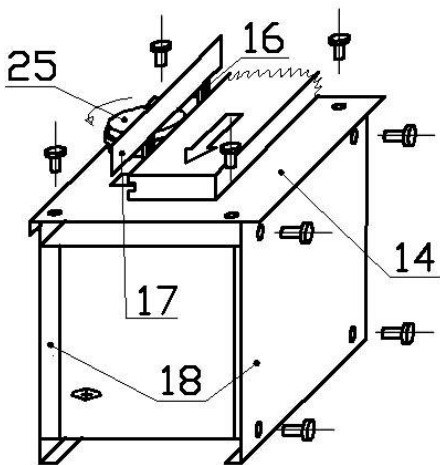

Рис. 11
Для приведения станка в вертикально-фрезерное положение на станок снизу и сверху устанавливаются дополнительные основания корпуса (18) и станок устанавливается на левый бок (Рис.11).
- Снять с пильного стола (14) стойку с козырьком (15). Установить и закрепить фрезу (25), регулируя ее положение шайбами и втулками;
- Установить защиту пилы (24) и пильный стол (14), закрепить их винтами;
- Установить на пильный стол (14) регулировочные уголки (16) и линейку (17), и производить обработку, прижимая деталь к столу вдоль уголка.
4.6. Фрезерование вертикальное. (Рис.11). (все модификации Ф)
- Установить на станок (Рис.11) снизу и сверху основания корпуса (18) (при наличии кронштейнов пильного стола (33) верхнее основание установить на них);
- Наложить пильный стол (14) на станок и закрепить его винтами;
- Установить фрезу (25), регулируя ее положение шайбами и втулками под фрезой или столом (14), и надежно закрепить ее;
- Установить регулировочные уголки (16) на нужные размеры;
- Производить фрезерование, подавая материал с задней части станка, вдоль уголков (16) и направляющей линейки (17).